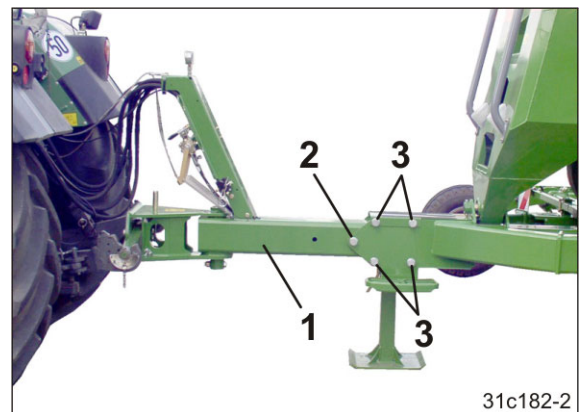

Fig. 244
2. Das Deichselrohr (Fig. 244/1) nicht weiter als erforderlich herausziehen.
Schraube (Fig. 244/2): 450 Nm
Schraube (Fig. 244/3) 700 Nm.